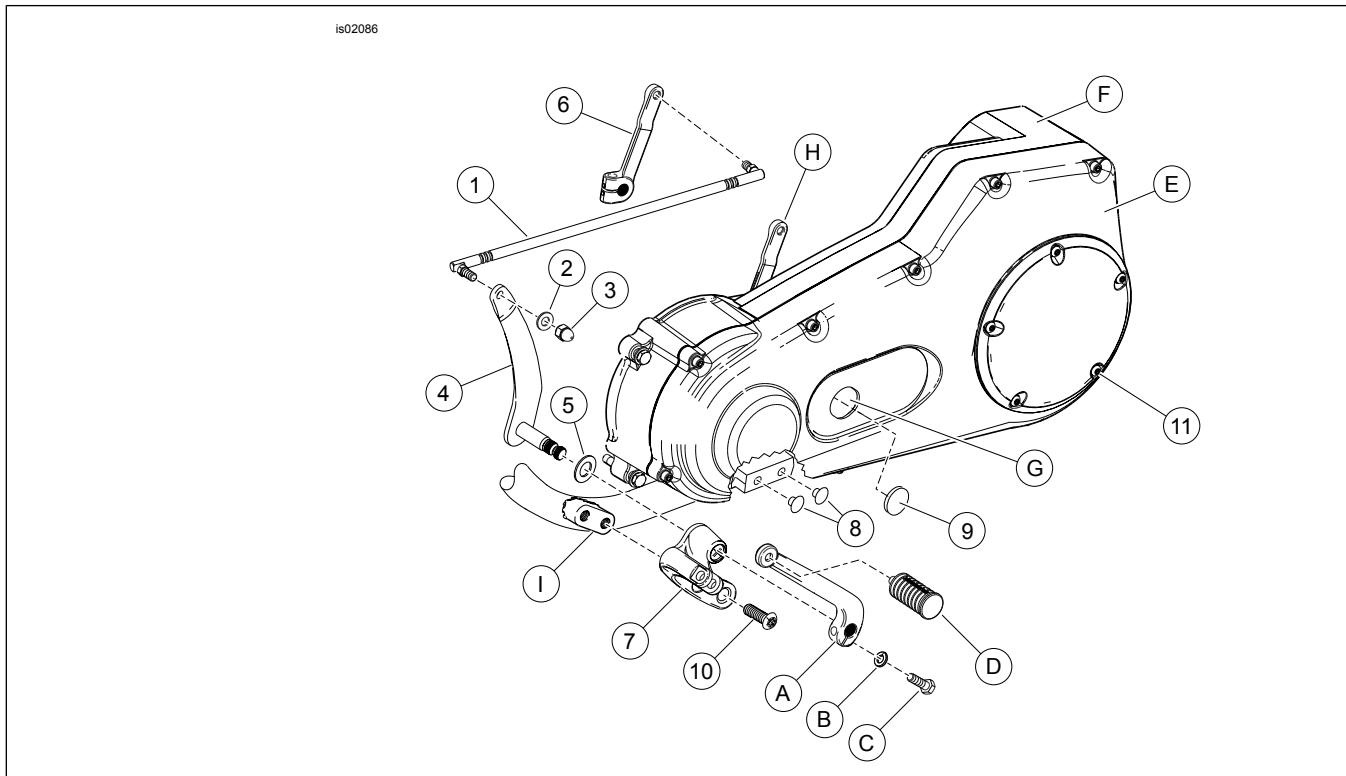
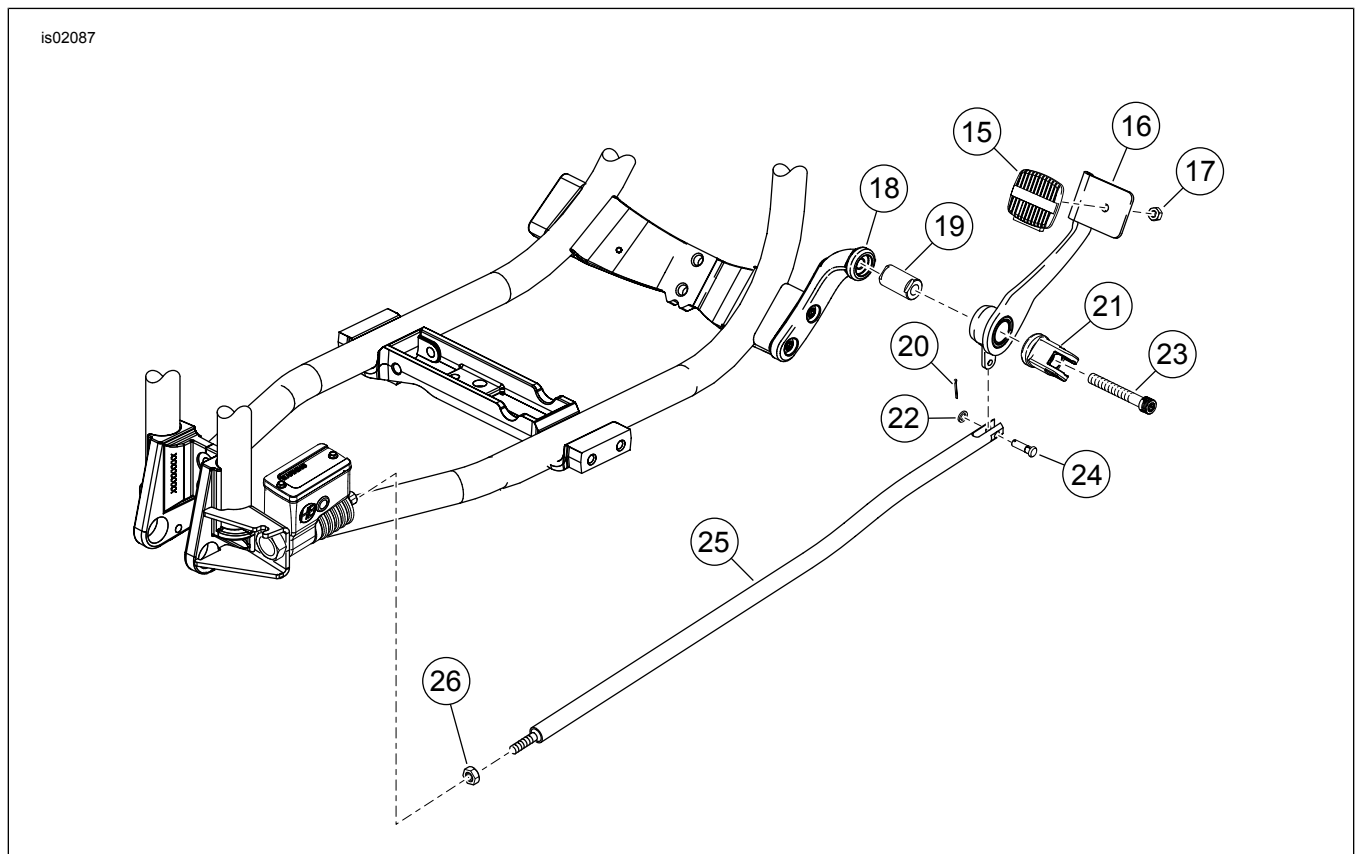

Figura 4. Parti di ricambio: kit comandi a pedale avanzati dei modelli Dyna
Figura 5. Parti di ricambio: kit comandi a pedale avanzati dei modelli Dyna
Vedere Figura 4 e Figura 5. È possibile acquistare separatamente anche le staffe e il perno di montaggio (7, 18 e 21) per permettere l'installazione di questo kit comandi cromati sui modelli FXDWG standard.
Vedere Figura 4 e Tabella 1, e Figura 5 e Tabella 2.
2. Vedere Figura 4. Rimuovere il gruppo poggiapiedi sinistro del pilota. Conservare il poggiapiedi e i dispositivi di fissaggio per l'installazione. Eliminare la bulloneria rimanente.
3. Inserire i tappi (8) presi dal kit nei fori per le viti sul telaio dove era stato montato il poggiapiedi di serie.
4. Estrarre i tappi dall'attacco dei comandi anteriori sul telaio (I) ed eliminarli.
5. Rimuovere la leva del selettore delle marce (A) e il pedalino sinistro del selettore (D). Conservare per un uso futuro.
8. Vedere Figura 4. Installare una rondella elastica (5) sull'albero della leva del selettore delle marce (4). Lubrificare l'albero con Loctite[®] Anti-Seize e far scorrere l'albero nella staffa del selettore delle marce (7). Installare la staffa del selettore delle marce sui fori di montaggio sul telaio usando le viti Torx[®] (10). Serrare le viti ad una coppia di 41–47 N·m (30–35 ft-lbs).
10. Installare la **nuova** asta del selettore delle marce (1) sulla leva selettore cambio (6) e la leva del selettore delle marce (4). Serrare ad una coppia di 8–10 N·m (70–90 in-lbs).
- Vedere Figura 5. Allentare il controdado dell'asta del freno (26) sulla pompa del freno posteriore.